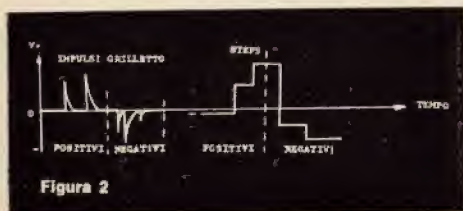

Figura 2
- Misura il tempo tra impulsi a grilletto o steps (gradini) di tensione (figura 2), o comunque segnali a fronte ripido, di tensione variabile da 0,5 a 20 V.